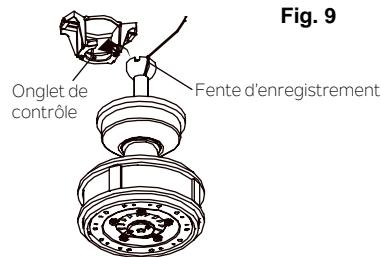

Fig. 10
**Étape 6.** Soulever maintenant le corps du moteur en position et placer la boule de suspension dans le support de suspension. Tourner jusqu'à ce que la « l'onglet contrôle » tombe dans la « fente d'enregistrement » et s'insère fermement. (Fig.10) Le corps entier du moteur ne doit pas tourner si cela est fait correctement.